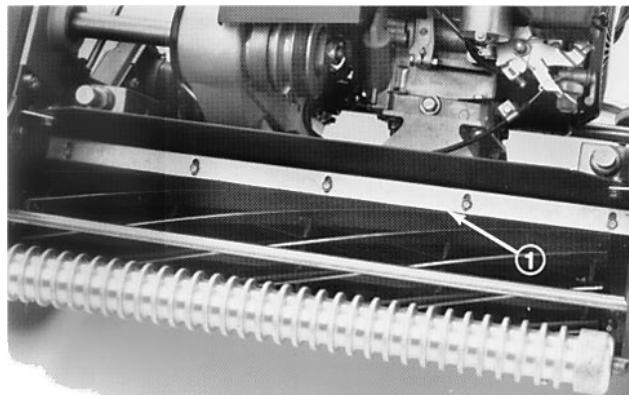

Fig. 10
1. Aliviar os parafusos que seguram a barra superior (Fig. 10) na unidade de corte. Colocar um apalpafolgas de 1,5 mm entre o topo do carretel e a barra e apertar os parafusos. Assegurar que a barra e o carretel estão a uma distância igual ao longo de todo o carretel.